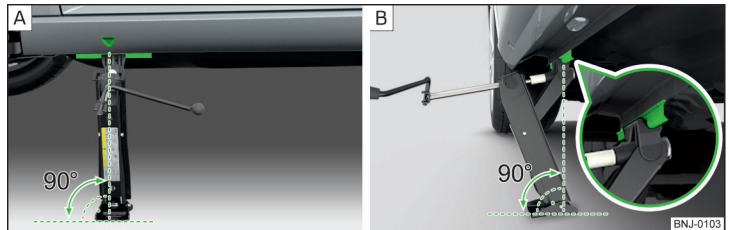

Abb. 281 Wagenheber ansetzen
- Die Grundplatte des Wagenhebers mit der gesamten Fläche auf einem geraden Untergrund stellen, sodass sich der Heber in senkrechter Position zum Aufnahmesteg befindet » Abb. 281 - [A].
- Den Wagenheber mit der Kurbel so weit hoch drehen, bis die Klaue des Hebers den Steg umfasst » Abb. 281 - [B].